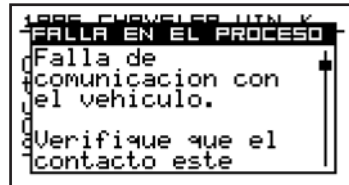

Fig.40
- 4b. Si no se pudo completar el análisis, se mostrará un mensaje de error en pantalla (Fig.40). Si éste es su caso, consulte la sección Solución de Problemas en este manual.